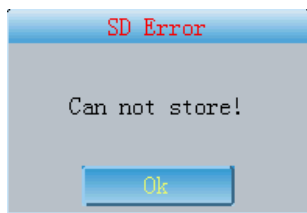

Fig. 7-30
(2) Se si seleziona la modalità "Only store" (Solo memorizzazione), quando non è presente una scheda SD o si verifica un errore nel funzionamento della scheda SD, verrà visualizzato il messaggio mostrato in Fig.7-30 per segnalare agli utenti che la memorizzazione è disabilitata a causa di un errore della scheda SD.